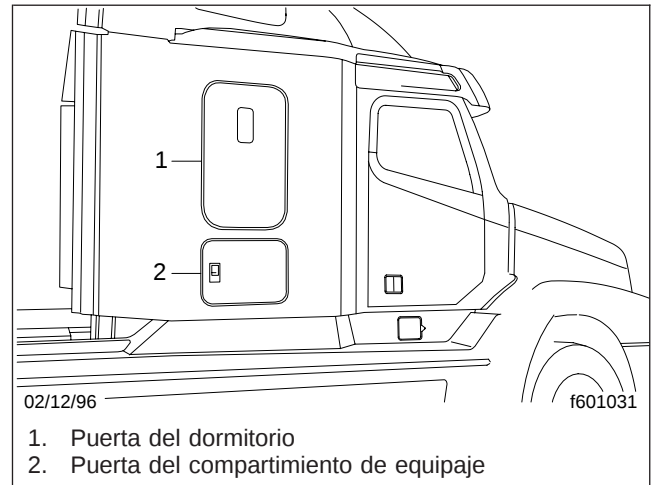

Figura 3.5, Puertas del dormitorio y del compartimiento de equipaje (lado del pasajero)
La puerta del dormitorio (Figura 3.5, ref. 1) no está pensada ni como entrada ni salida. La puerta está diseñada solamente como un modo conveniente de guardar efectos personales en el dormitorio, y sacarlos de éste. Para abrir la puerta, empuje hacia abajo la manija de la palanca ubicada dentro del compartimiento de dormitorio, a la derecha de la puerta. La puerta se puede abrir desde afuera tirando del lazo del cable de liberación, que se encuentra dentro de la abertura de la puerta de equipaje. Para cerrar la puerta, aplíquela presión hasta que se trabe.
Para abrir la puerta del compartimiento de equipaje en el lado del pasajero, inserte la llave de la ignición en la cerradura y gírela un cuarto de vuelta en sentido de las manecillas del reloj. Vea la Figura 3.5. Gire la llave a la posición original para quitarla. Tire hacia arriba y hacia afuera de la manija de la puerta del compartimiento de equipaje para abrirla. Para cerrar la puerta, aplíquela presión hasta que se trabe. Para cerrar la puerta con llave, inserte la llave de ignición en la cerradura y gírela un cuarto de vuelta contra el sentido de las manecillas del reloj.